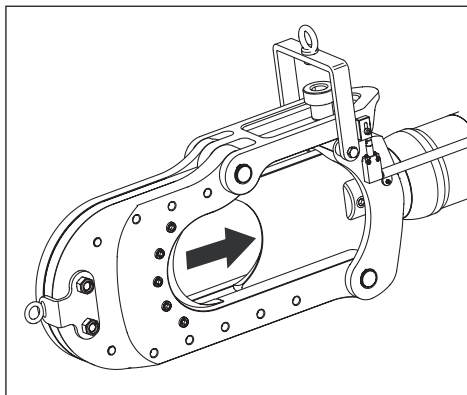

Figura 7, pistão e lâmina na posição inicial (totalmente retraída)
Sempre garanta que o pistão e lâmina móvel estejam na posição "inicial" totalmente retraída antes de colocar qualquer material dentro do cabeçote de corte. Veja a Figura 7.
2. Certifique que o pistão esteja na posição "inicial" (totalmente retraída). Veja a Figura 7.
1. Acione a bomba. Mova o pistão para a posição "inicial" (totalmente retraída). Veja a Figura 7.